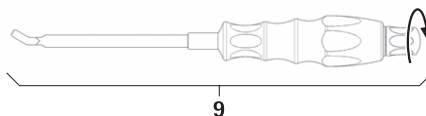

Fig. 14
- Montar o instrumento introdutor de barras **9**, ver Fig. 14.